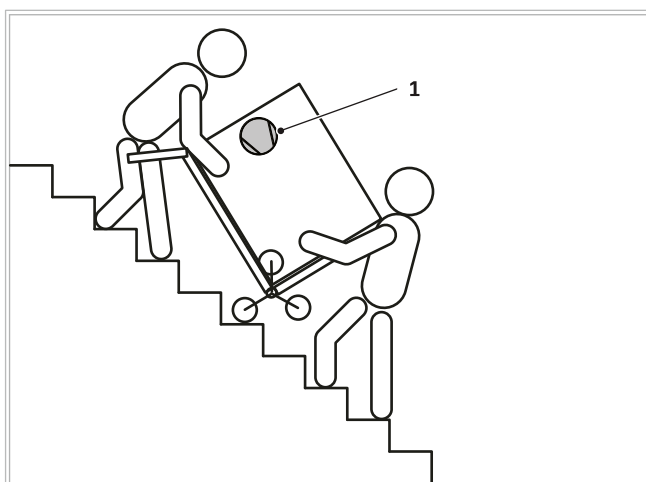

Fig. 2: Trasporto lungo le scale con carrello saliscale
- Se durante il trasporto il dispositivo deve essere ribaltato, questo dovrà avvenire solo brevemente e solo sul lato longitudinale, mentre il compressore, vedi ➔ fig. 2 (1), deve essere rivolto sempre verso l'alto.